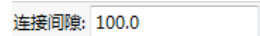

图 2-81 用间隙拆分选项栏
(1) 单击“修改”选项卡“修改”面板“用间隙拆分”按钮, 打开选项栏, 如图 2-81 所示。